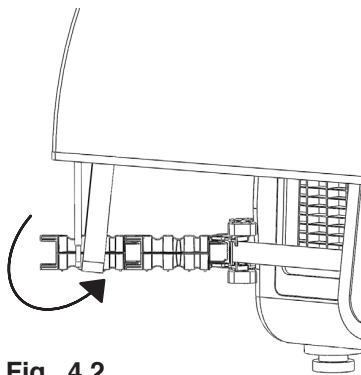

Fig. 4.2
- c. Deslice un elástico de esquina debajo del extremo del brazo extensor y colóquelo detrás de las varillas de la estructura. (más cerca del generador que los Frame Rods) (Fig. 4.2)